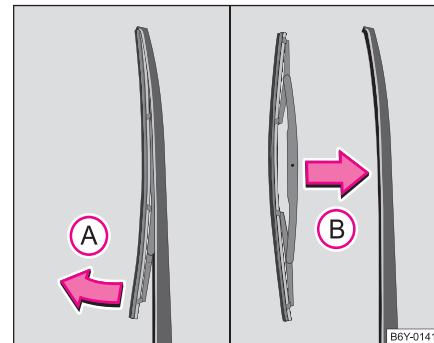

Abb. 44 Scheibenwischerblatt für Heckscheibe
- Klappen Sie den Scheibenwischerarm weg ⇒ Abb. 44.
- Mit der zweiten Hand das Wischerblatt mittig anfassen und in Pfeilrichtung (A) das Wischerblatt abziehen. ▶